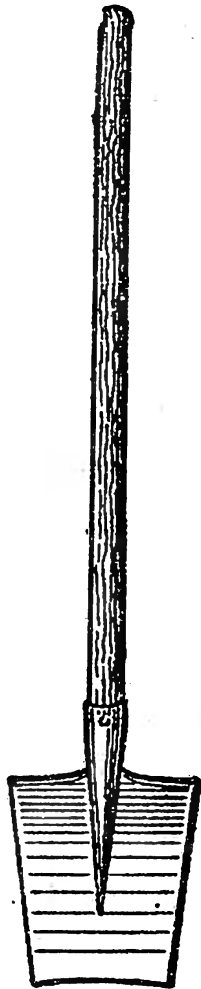

Fig. 2.
**2. La bêche.** — C'est une plaque d'acier légèrement cintrée (*fig. 2*), plus étroite vers le bas où elle se termine par un bord tranchant. Le bord supérieur est épais et se continue par une sorte de prolongement arrondi, la *douille*, dans laquelle s'engage le manche en bois, long de 1 m. 20 environ.